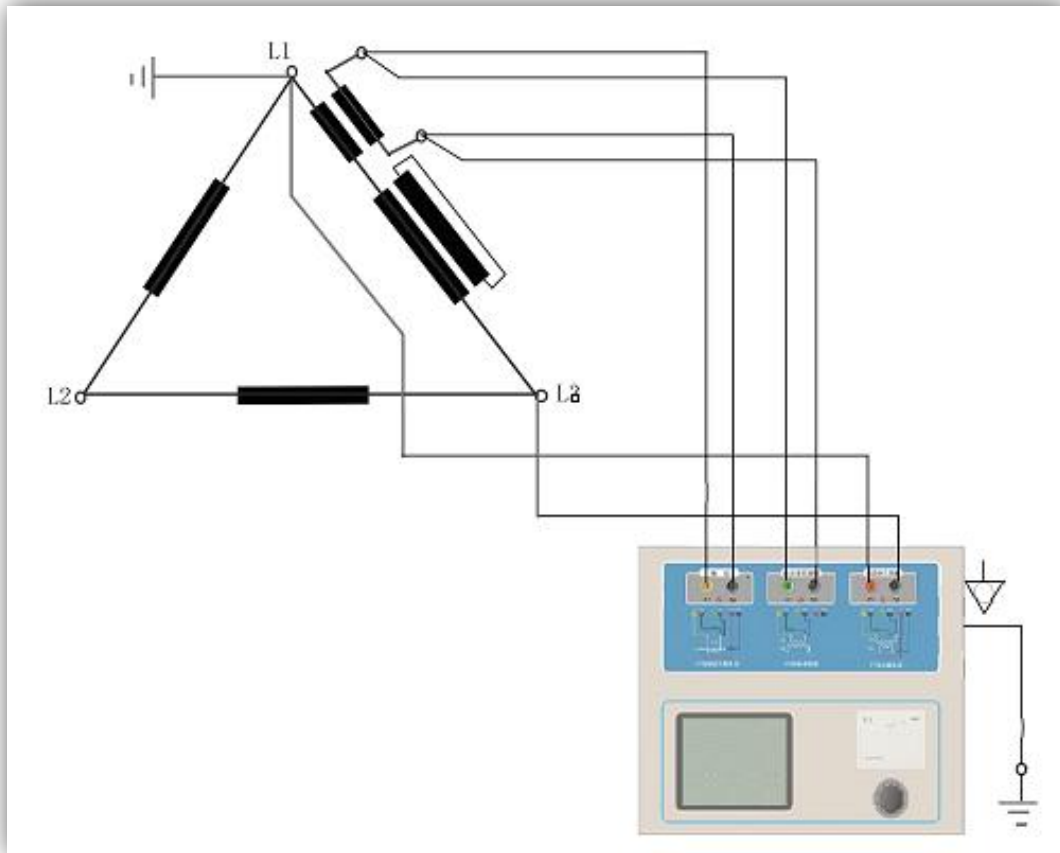

图 C-2 测试仪在三角形接法变压器上进行测试时的接线方式
1. 测试仪在三角形接法变压器上进行 CT 测试的接线方式如图 C-2 所示。